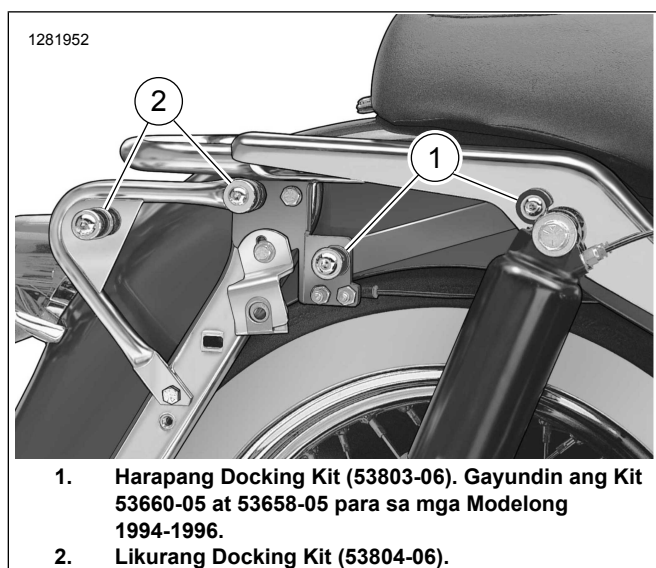

Figure 2. Mga Lugar ng Docking Point
Ang Figure 2 ay nagpapakita ng mga lugar na pagkakabit para sa Harapang Docking Kit (53803-06) at Likurang Docking Kit (53804-06).
Ang Natatanggal na Sissy Bar Upright ng Pasahero (52805-97A) accessory ay nangangailangan ng pagbili ng kit 53660-05 (Figure 2 , item 1) at 53658-05, na mayroong dalawang 5/16-18 locknuts. Ang mga kit na ito ay hiwalay na mabibili sa iyong Harley-Davidson Dealer.